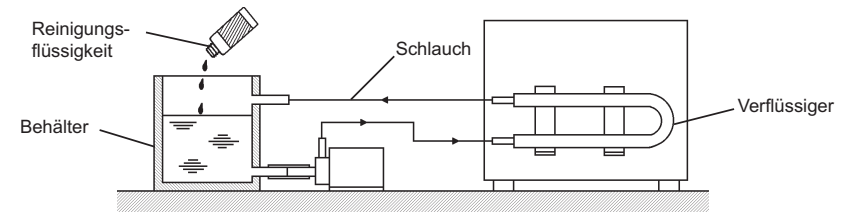

Abb. 15
- 6) Die Schläuche gemäß Abb. 15 anschließen und mit den Schlauchklemmen festmachen.